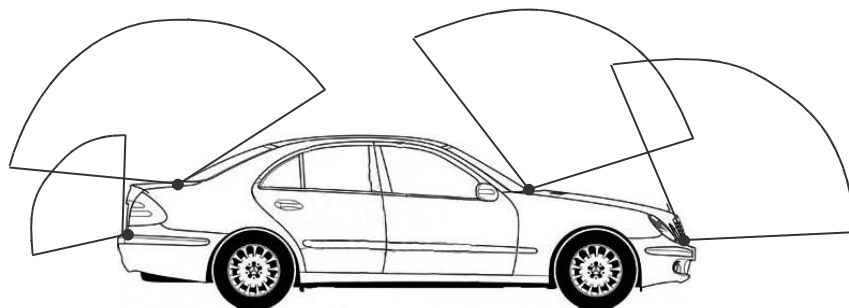

Рис.10. Варианты установки антенны GPS на легковой автомобиль.
- установите антенну GPS горизонтально, приемной частью вверх, магнитом вниз (рис.10,11);